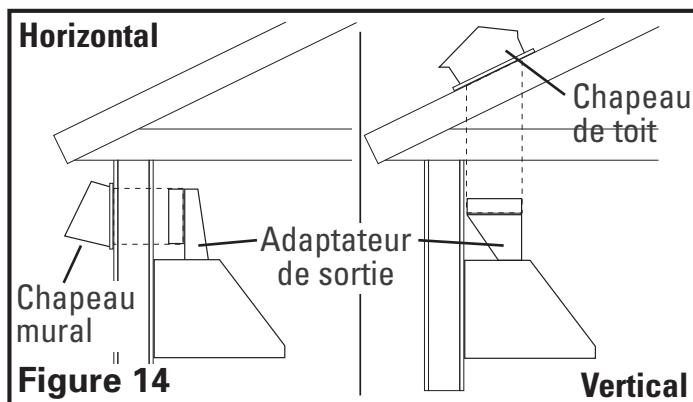

Figure 14
7. Déterminer le type de conduits dont vous aurez besoin (Figure 14).
REMARQUE : Lorsque la terminaison du conduit est similaire à celle illustrée à la figure 14 (passant au travers du mur sur lequel la hotte est installée) l'installation requiert une considération spéciale. Dépendant de où les montants muraux sont situés, il peut être nécessaire de couper un montant mural ou plus et d'installer une chevêtre et une assise pour transférer la charge aux montants adjacents. Des montants additionnels pourraient devoir être bâtis dans l'ouverture pour fixer la cloison sèche et pour fixer la hotte. Si vous rencontrez cette situation, Air King recommande que vous embauchiez un professionnel et que vous vous conformiez avec tous les codes du bâtiment applicables.